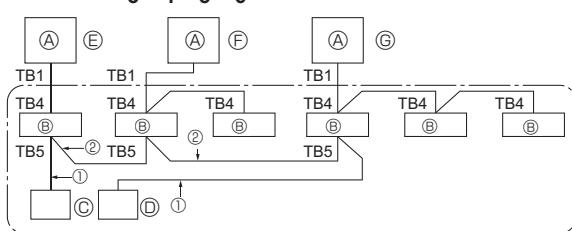

Fig. 10-1
10. Sistema de control (Fig. 10-1)
- ⑥ Unidad exterior
- ⑦ Unidad interior
- ⑧ Control remoto principal
- ⑨ Control remoto secundario
- ⑩ Estándar 1:1 (Dirección de refrigerante = 00)
- ⑪ Doble simultáneo (Dirección de refrigerante = 01)
- ⑫ Triple simultáneo (Dirección de refrigerante = 02)